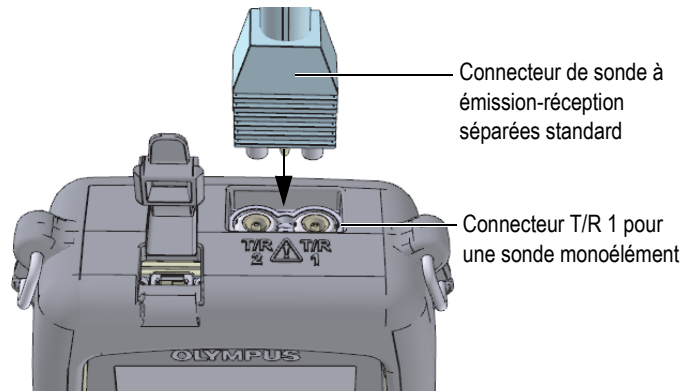

Figure 5-1 Branchement de la sonde
1. Branchez la sonde dans le connecteur de sonde situé sur le dessus du boîtier du 45MG (voir la Figure 5-1 à la page 66). Utilisez seulement le connecteur T/R 1 pour une sonde monoélément.